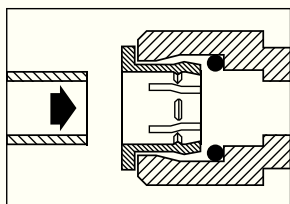

Рис. 3-1: Введите трубку в коллетт.
1. Надавите на трубку в той части, где она входит в коллетт и соедините (Рис. 3-1, 3-2).